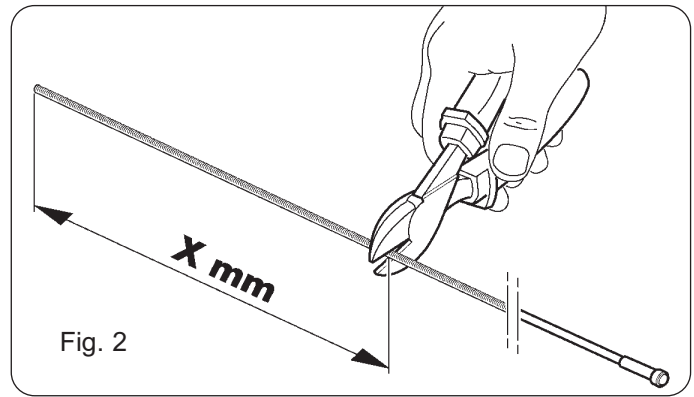
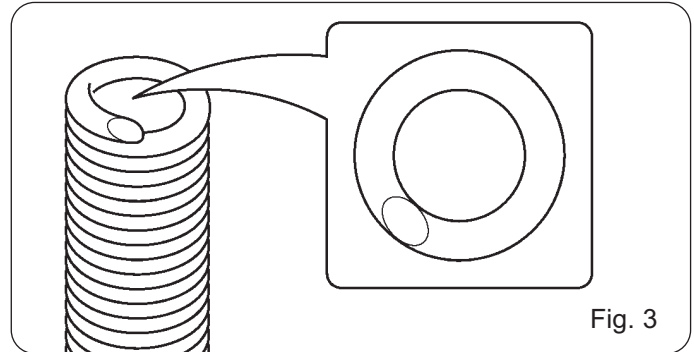

Fig. 2
Fig. 3
- Remove the liner and cut off the end portion by the amount measured previously (see fig. 2). A very sharp tool must be used for cutting, to avoid creating burrs that may obstruct the passage of the wire (see fig. 3).
- Den Drahtführungsschlauch herausziehen und das Ende um die zuvor gemessene Länge kürzen (siehe Abb. 2).
Der Schnitt muss mit einem sehr scharfen Werkzeug ausgeführt werden, damit keine Grate entstehen, die die Passage des Drahts behindern (siehe Abb. 3).